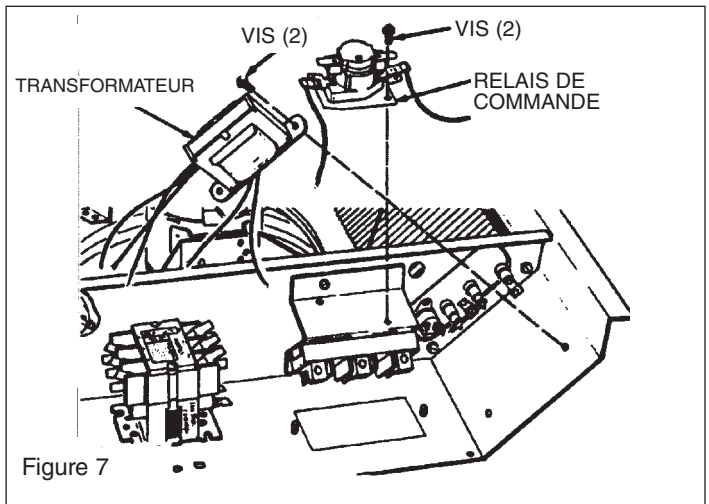

Figure 7
- Pour câbler le relais, voir le schéma de câblage, figure 7, et effectuer ce qui suit :